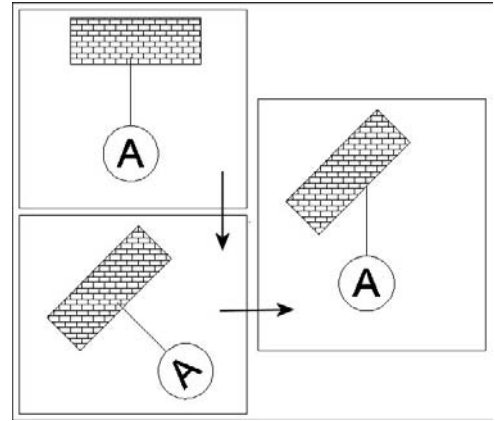

Fig.13.32
- 4 Cliquez sur **Fermer** (Close) (fig.13.32).